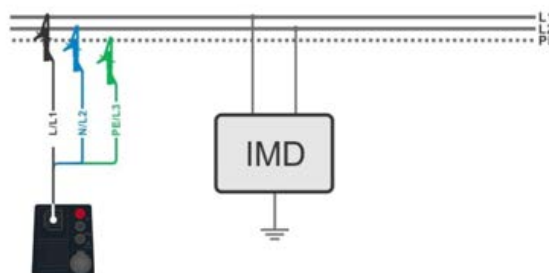

Abbildung 7.82: AUTO IT-Messung
- › Schließen Sie die 3-Leiter-Leitung am Prüfobjekt an, siehe **Abbildung 7.82**.